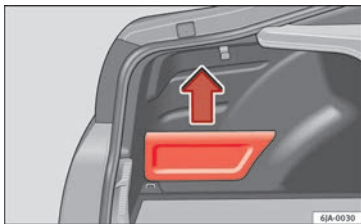

Abb. 161 Gepäckraum: Ablagefach
- Greifen Sie die Abdeckung an der Oberseite und ziehen Sie sie in Pfeilrichtung ab »» **Abb. 161**.